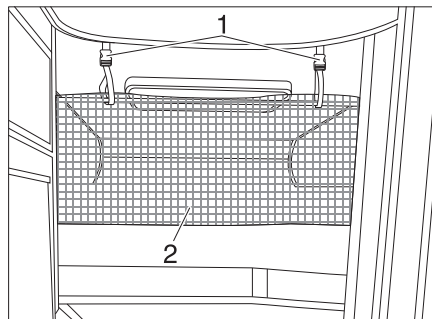

Fig. 156 Red de seguridad
La red de seguridad (Fig. 156, 2) viene de serie entre el colchón y el somier. Tender la red de seguridad cuando la persona ya se encuentre en la cama.
- Engatillar las cintas de sujeción (Fig. 156, 1) en los soportes en el techo.